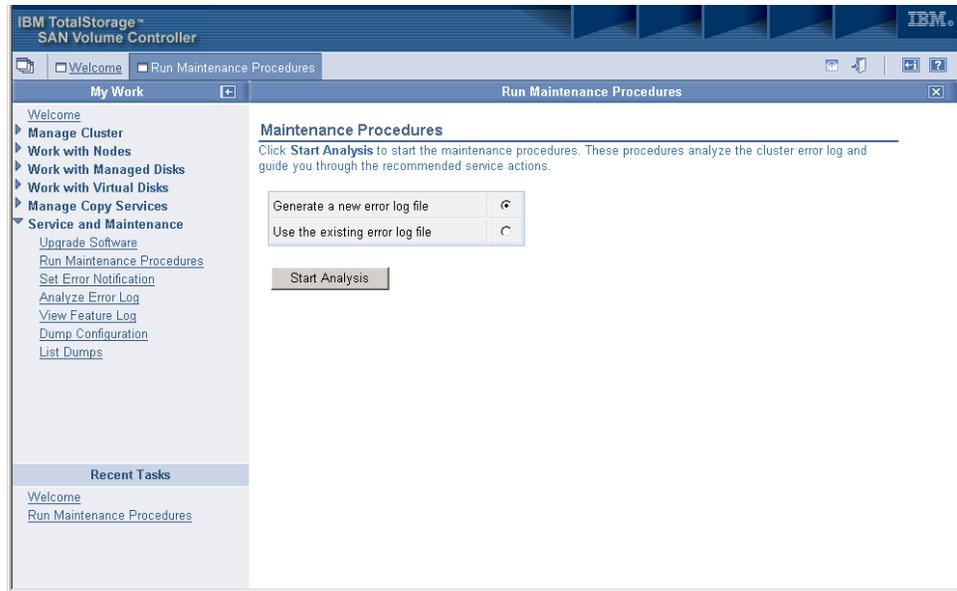

図 49. 指定された保守手順を開始すると表示される内容の例
1. 指定された保守手順が開始すると 39 ページの図 49 のような内容が表示されません。